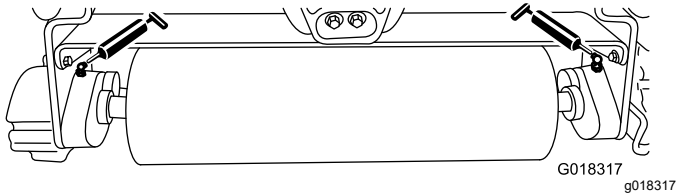

Bild 8
Fetten Sie die zwei Schmiernippel (Bild 8) an jeder Dreifachrolle nach jeweils 15 Betriebsstunden mit einem Nr. 2 Schmierfett auf Lithiumbasis ein. Eine Handfettpresse ergibt die besten Ergebnisse.
2. Tragen Sie Schmiermittel auf die Wellenlager der Dreifachrolle auf, bis Sie einen Druck spüren (Bild 8).